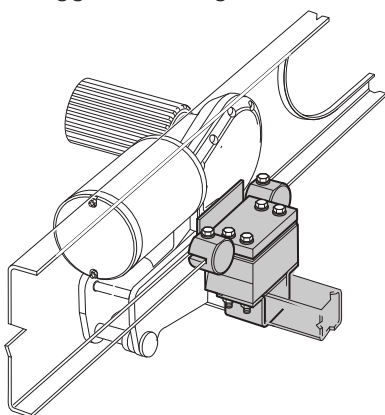

Fig. 25
- Per telai con profilo a L e per spazi insufficienti, come sottostrutture o bordi interferenti, si utilizza il sistema di fissaggio corto (Fig. 25).